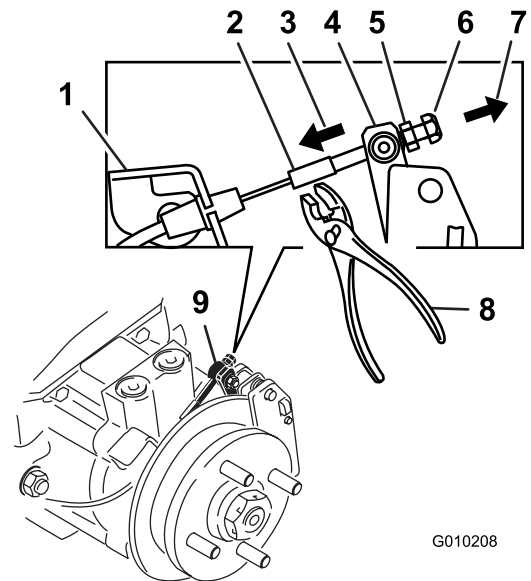

Figura 71
9. Utilizzando esclusivamente le mani, premete il braccio della leva della pinza per inserire le pastiglie dei freni sul rotore fino all'arresto della leva (Figura 71).
10. Mentre tenete la leva in posizione di arresto, con l'altra mano tendete l'estremità filettata del cavo attraverso la parte girevole. Ruotate il dado standard contro la parte ruotante (Figura 71).